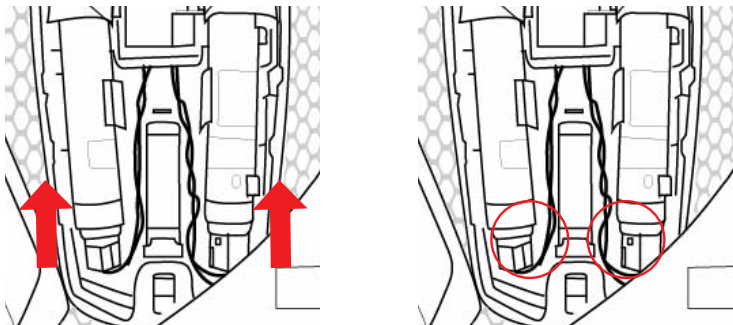
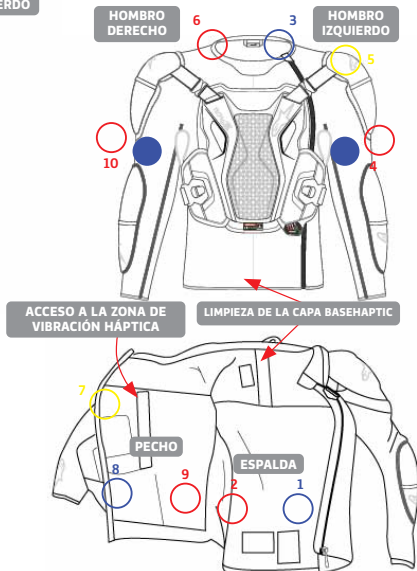

Figura 25: Cómo separar la carcasa de los infladores extraíbles (18) del sistema tirando de ella hacia arriba
Figura 28: Ubicación de los clips en el airbag (izquierda) y en la capa base del sistema (5) (derecha)
1. En primer lugar, coloque el sistema con la parte posterior hacia abajo sobre una superficie plana, preferiblemente un banco de trabajo o una mesa. Separe el airbag de la capa base (5) abriendo todos los clips de conexión dispuestos como se muestra en la figura 28. El usuario puede acceder a estas conexiones a través de las aberturas de la capa base (5) indicadas en la figura 28. Hay un total de 10 clips de Airbag que están distribuidos y numerados como se indica en la Figura 28: 3 clips en la zona del hombro izquierdo (clips 3-4-5), 2 clips en la zona del hombro derecho (6-10), 3 clips para la zona del pecho (7-8-9) y 2 clips para la zona de la espalda (1-2). Se sugiere soltar estos clips en orden secuencial, empezando por los clips situados en la zona lumbar (1-2), pasando después a los clips de los hombros (3-4-5, y 6), luego a los clips del pecho (7-8-9) y finalmente al último clip número-10 del hombro (véase la figura 28).
2. Una vez retirados todos los clips del airbag, gire primero el sistema con el protector de espalda hacia arriba, abra la cremallera inferior del contenedor de la bolsa de hidratación (9) y la funda electrónica (16) situada en la zona posterior del sistema tirando hacia abajo de la lengüeta roja con la mano derecha y levantando la funda electrónica con la mano izquierda simultáneamente.
3. Una vez levantada la carcasa electrónica (16), el usuario puede extraer todos los componentes electrónicos (13-15-19) junto con los infladores de gas (17) simplemente empujando hacia arriba la carcasa extraíble de los infladores (18) (véase la figura 25). El usuario puede hacer esto poniendo sus dos pulgares en la parte inferior de la pequeña caja negra que contiene la Unidad de Control Electrónico que se encuentra en la parte superior de la carcasa, y empujando firmemente hacia arriba hasta que haga clic, y luego el usuario puede levantarla fácilmente de la carcasa de los infladores extraíbles (18).
E l usuario puede empezar a tirar suavemente de todo el Airbag para sacarlo del Tech- Air[®] System, hasta extraerlo por completo. A continuación, el usuario debe retirar la pantalla LED (4) de su ubicación. Ahora, ponga el Sistema boca arriba con el protector trasero hacia abajo. Introduzca la mano en el Sistema por la abertura situada bajo el forro interior en el pecho izquierdo del Sistema. Lleve la mano hasta el lazo situado en el hombro derecho y extraiga el enchufe del cable del conector electrónico tirando de él a través del lazo. Siguiente abra el bolsillo de velcro del pecho izquierdo para acceder a la zona de vibración háptica (3). El Usuario debe ahora retirar el Sensor de Activación Zip del bolsillo. A continuación, el usuario debe tirar del cable hacia abajo a través del orificio de acceso al área de vibración háptica (3) en el lado izquierdo hasta que se haya retirado todo el cable (véase la referencia en la figura 28). A continuación, el usuario debe abrir el velcro que se encuentra en el ala izquierda del protector pectoral y retirar la pantalla LED (4). En este punto, todos los componentes electrónicos (13-15-19) deben haber sido completamente retirados del Sistema.
1. En primer lugar, coloque el Sistema con el Protector Trasero hacia arriba. El usuario DEBE volver a insertar. Introduzca el Airbag a través de la abertura del Protector de Espalda, teniendo cuidado de colocar el Airbag correctamente (es fundamental que el Usuario evite torcer o crear pliegues del Airbag). Inserte el airbag dentro del sistema con la máxima atención para asegurarse de que cada clip coincida meticulosamente por color y número con el clip de conexión correspondiente exacto dentro del sistema. El Usuario DEBE anclar el Airbag en TODOS los 10 Clips de Conexión como se muestra en la Figura 28. Se recomienda realizar esta operación con los infladores de gas (17) colocados en el alojamiento de los infladores extraíbles (18). Para fijar el Airbag a los Clips de Conexión correspondientes, el Usuario debe utilizar las aberturas frontales de la Capa Base (5) haciendo coincidir las etiquetas numeradas y coloreadas tanto en el Airbag como en la Capa Base del Sistema (5), (ver Figura 28). Tenga en cuenta que los clips de conexión 4 y 10 tienen etiquetas azules y rojas de dos colores (asegúrese de que al colocar los clips de conexión el lado rojo coincide con el lado rojo y el lado azul con el lado azul), para ayudar al usuario a colocar el airbag en la orientación correcta